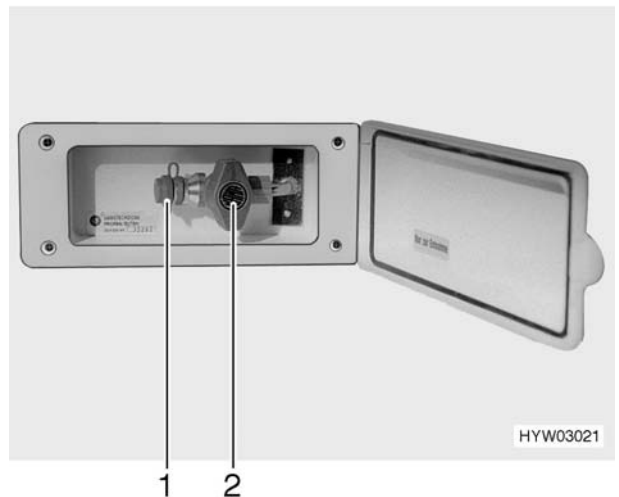

Bild 88 Externer Gasanschluss, Absperrhahn geschlossen
- ▶ Wenn der externe Gasanschluss nicht genutzt wird, immer den Absperrhahn (Bild 88,2) schließen.
- ▶ Darauf achten, dass nach dem Anschließen und nach dem Öffnen des Absperrhahns kein Gas an der Anschluss-Stelle (Bild 88,1) austritt. Wenn der externe Gasanschluss nicht dicht ist, strömt Gas ins Freie. Sofort den Absperrhahn und das Haupt-Absperrventil an der Gasflasche schließen. Den externen Gasanschluss von einer autorisierten Fachwerkstatt prüfen lassen.
Der externe Gasanschluss (Bild 88) befindet sich vorne rechts neben dem Gaskasten.